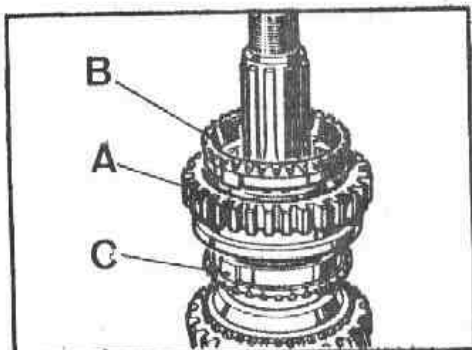

Fig. C-97 Unidad sincronizadora de primera-segunda
- 1.1.2. Retirar el conjunto de la unidad sincronizadora de primera-segunda, A, Fig. C-97, juntamente con los coños, B y C del sincronizador.
- 3.1.3. Montar los conos de bronce, B y C (Fig. C-97) en el sincronizador y comprobar el funcionamiento del mismo, desplazando el cuerpo interior a uno y otro lado